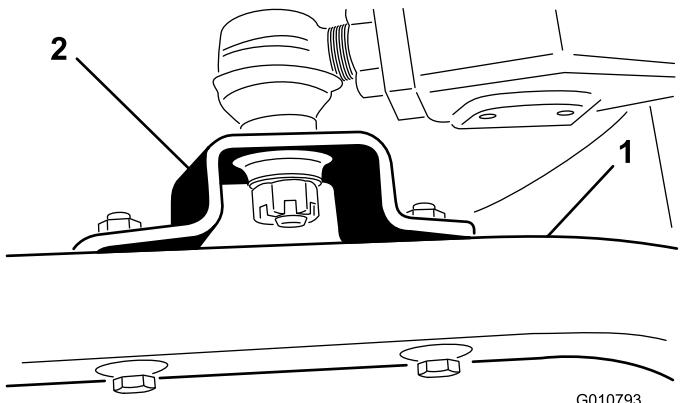

Figura 19
3. Rimuovete le viti a testa cilindrica e i dadi che fissano i supporti del giunto sferico ai bracci della ruota orientabile sull'apparato di taglio (Figura 19).